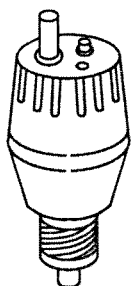

Рис. 22.1. Общий вид автоматического резьбового предохранителя типа ПАР-6,3
- резьбовые автоматические выключатели типа ПАР на 6,3 А; 10 А и 16 А 250 В (рис. 22.1);